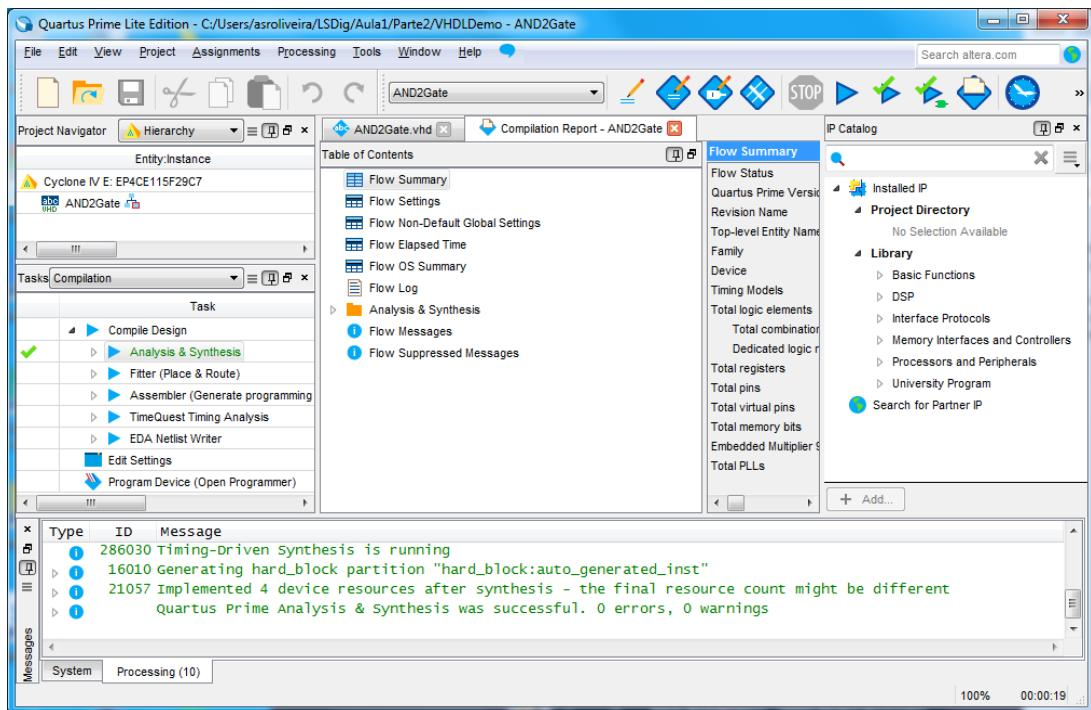

Figura 36 – “Quartus Prime” IDE após a execução da “Analysis & Synthesis”.
6. Seguidamente vai ser validado por simulação o comportamento da porta lógica modelada. No entanto, antes de efetuar a simulação, execute a opção “*Analysis & Synthesis*” para que a correção sintática e estrutura do projeto sejam analisadas. Após a execução da “*Analysis & Synthesis*” o IDE deve apresentar o aspeto da Figura 36.